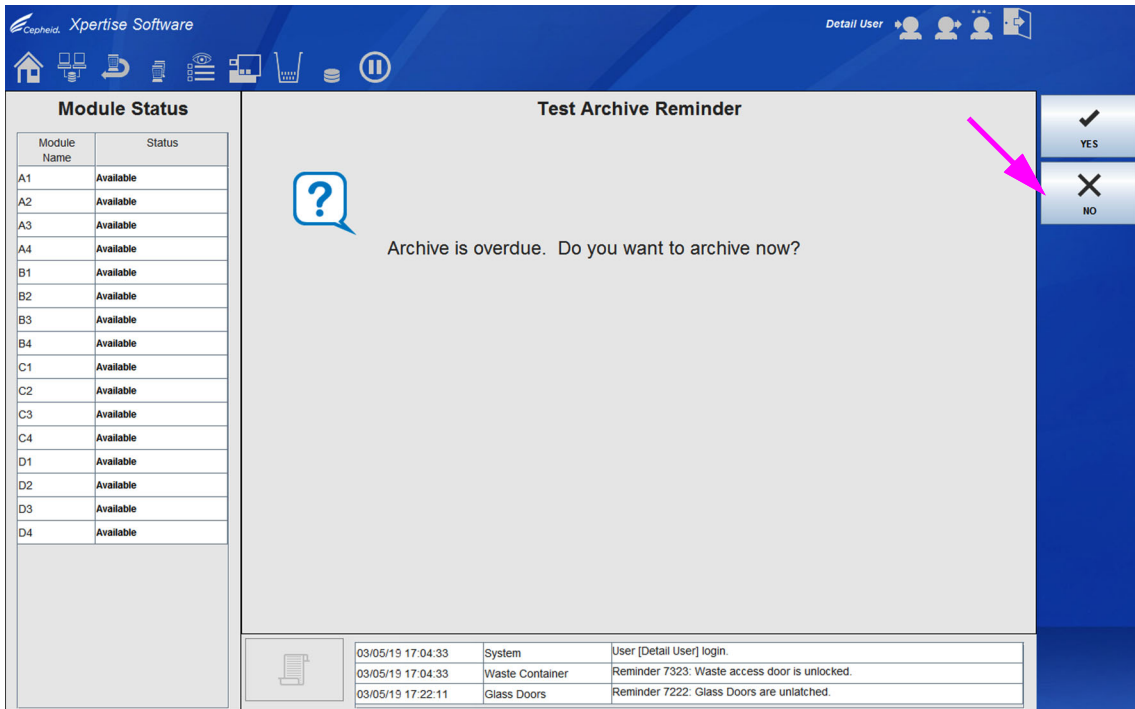
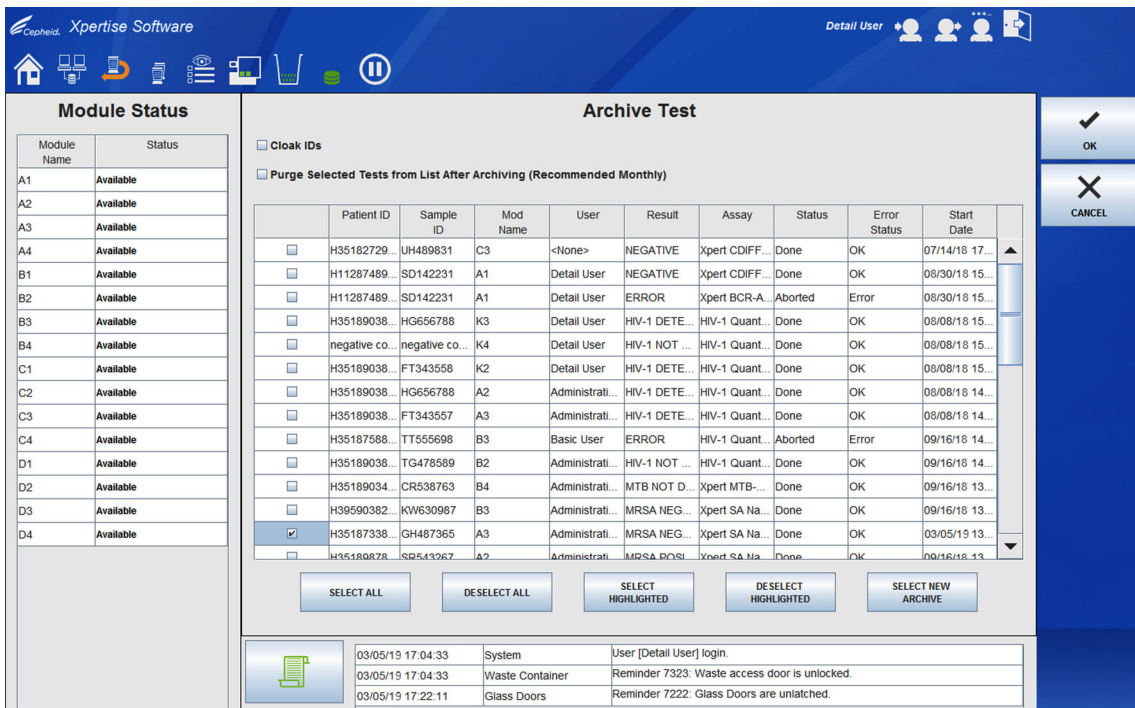

图 2-73. 测试存档提示信息 (Test Archive Reminder) 工作区
图 2-74. 存档测试 (Archive Test) 工作区
- 如果存档未过期或如果在图 2-29 中的存档设置未设至**手动**，有提示消息 **(Manually, with Reminder)**，将不会显示测试存档提示信息 (Test Archive Reminder) 工作区（参见图 2-73）不会显示。直接转到第 2.12.1.2 节。
- 如果存档过期，测试存档提示信息 (Test Archive Reminder) 工作区会显示。请参见图 2-73。
- 如果您不想存档，在测试存档提示信息 (Test Archive Reminder) 工作区选择**否 (NO)**。继续关闭顺序而不存档于第 2.12.1.2 节。
- 如果您想要存档，在测试存档提示信息 (Test Archive Reminder) 工作区中选择**是 (YES)** 以继续要进行存档的关闭顺序。存档测试 (Archive Test) 工作区会显示（参见图 2-74）。